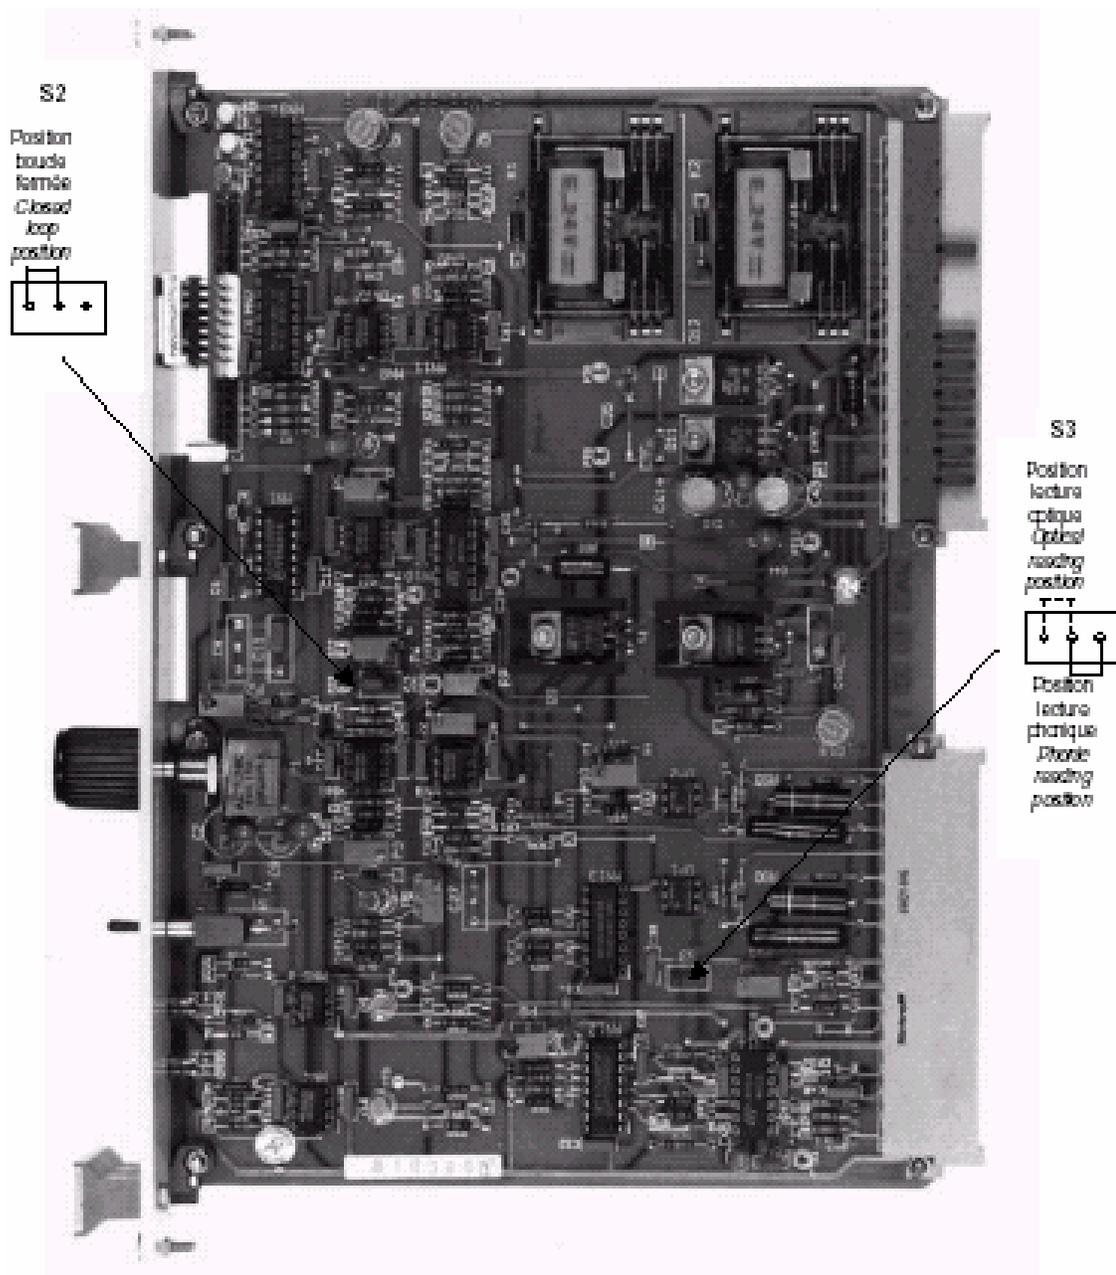

Fig. 3 : 涡轮转速控制模块
0-6V的标定电压可以在接头B的终端d20（见4.4.3）和测试点TP10(见图3)上得到。
开关S2应该设置在“闭环”的位置,(见图3)以使涡轮转速由输入设置点(0-6V的正确信号)来控制,
- 可以在测试点TP1(图3)上获得。
4.4 – 测试点的调节 (见图3)